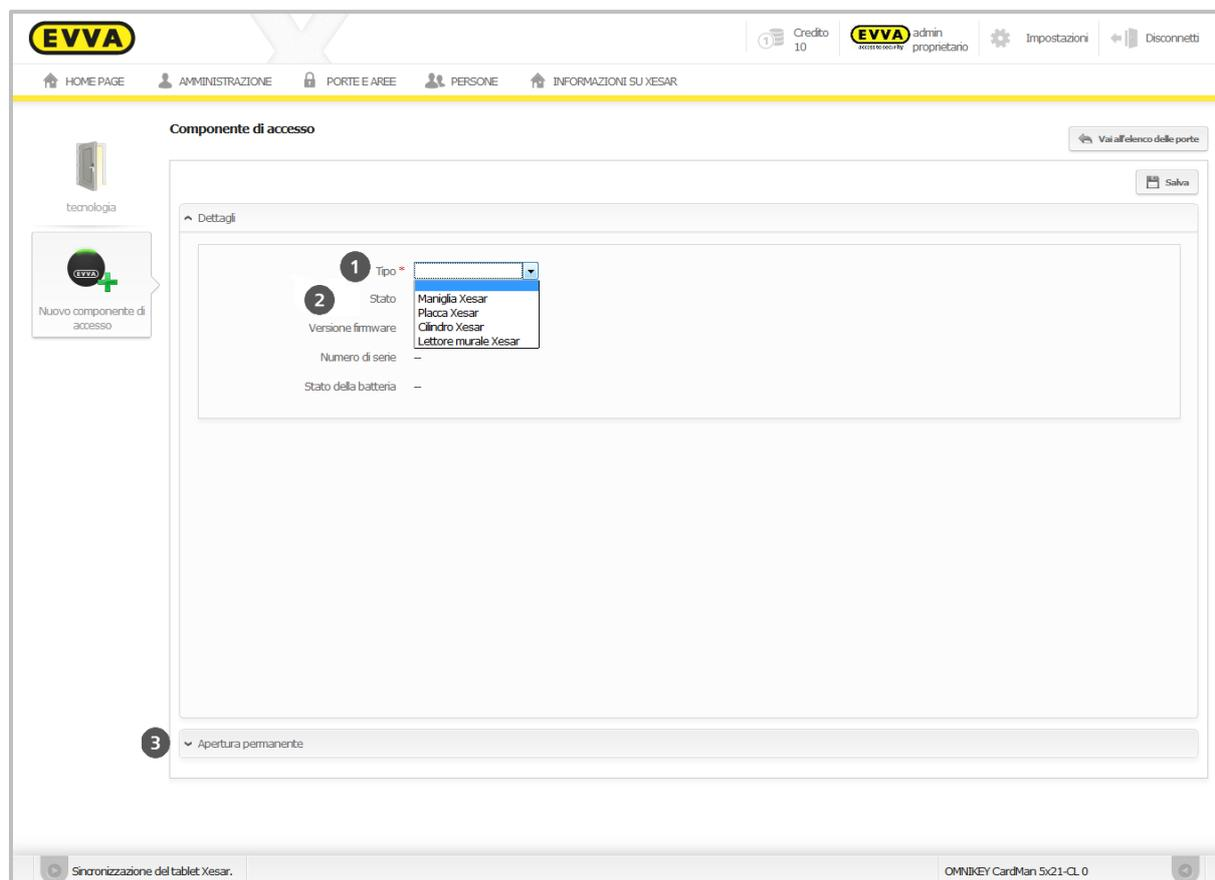

Figura 78: Assegnazione di un componente di accesso Xesar
- Fare clic su **Nuovo componente di accesso Xesar** per assegnare un componente di accesso Xesar al sistema di chiusura (Figura 78: Assegnazione di un componente di accesso Xesar).
- Nella pagina **Componente di accesso Xesar** selezionare il **Tipo** ❶ (Figura 78: Assegnazione di un componente di accesso Xesar).